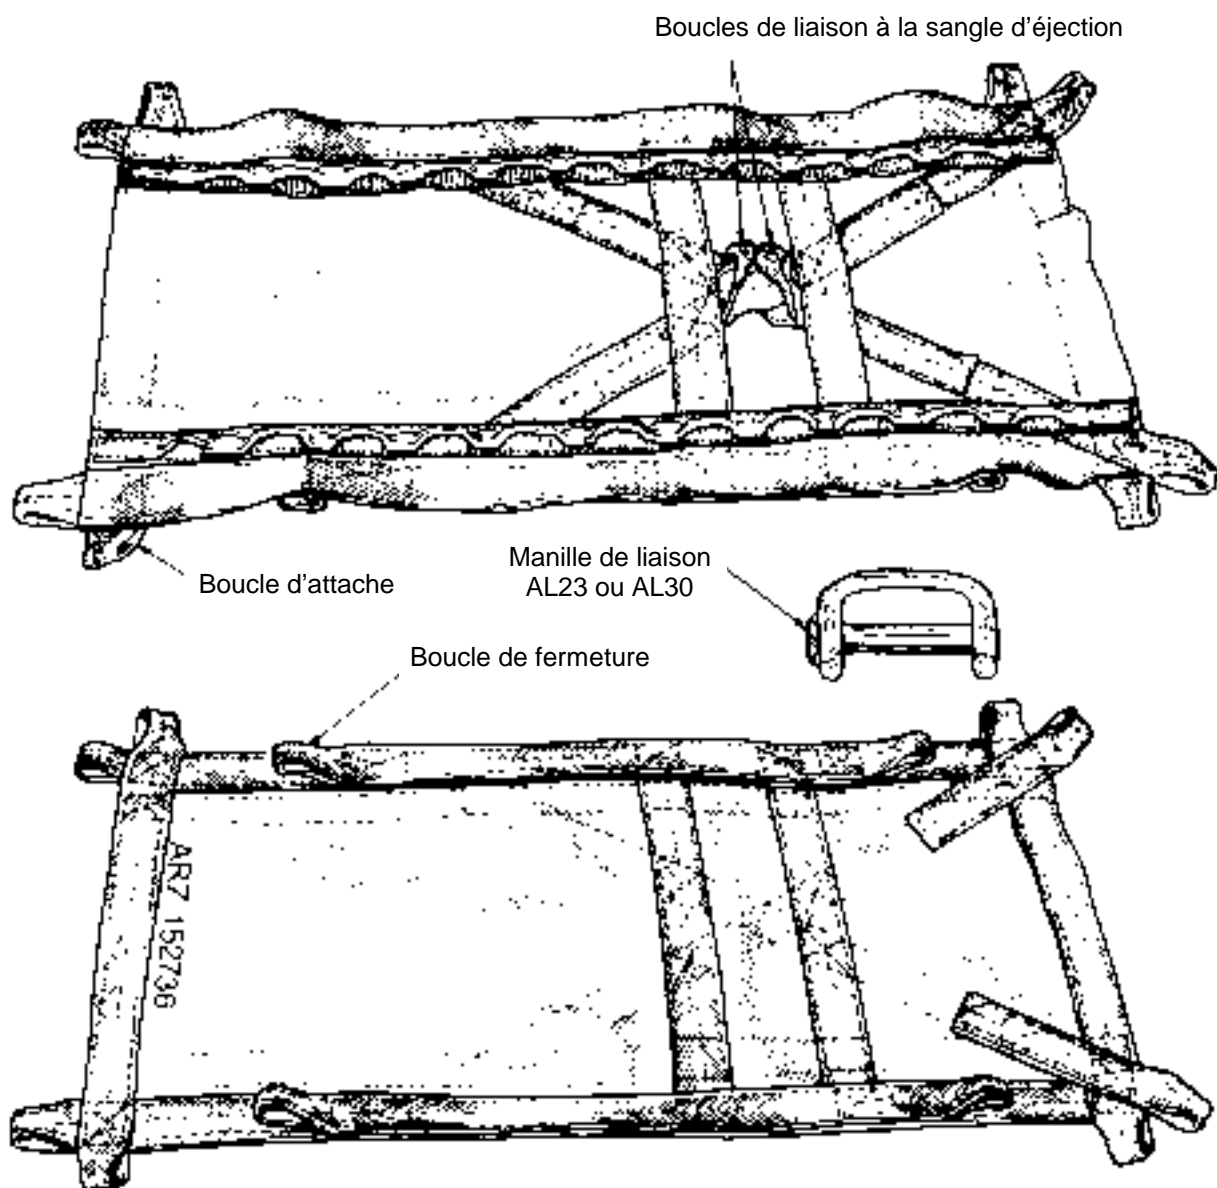

Fig. 2.5 - Volet de lovage équipé
- d'un volet de lovage (fig. 2.5).